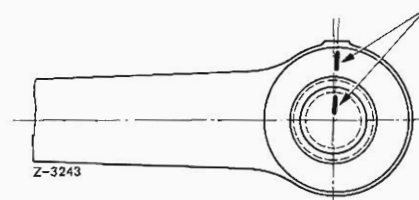

Bild 270
- 15 Kerbverzahnung der Lenkwelle und des Lenkstockhebels reinigen, Lenkstockhebel auf der Lenkwelle mit einer neuen selbstsichernden Sechskantmutter befestigen, **dabei auf die Markierung am Lenkstockhebel und der Lenkwelle achten** (Bild 270). Selbstsichernde Sechskantmutter mit 200–220 Nm (20–22 kpm) anziehen.